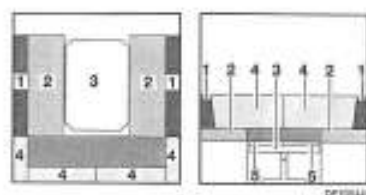

Fig. 95 Pendant la transformation
- Extraire les sommiers de lit (Fig. 95,5).
- Tirer les coussins d'assise (Fig. 95,2) vers le centre.
- Placer les coussins de dossier (Fig. 95,1) entre les coussins d'assise et la paroi extérieure.
- Enlever les coussins de dossiers (Fig. 95,4) et les placer de côté.